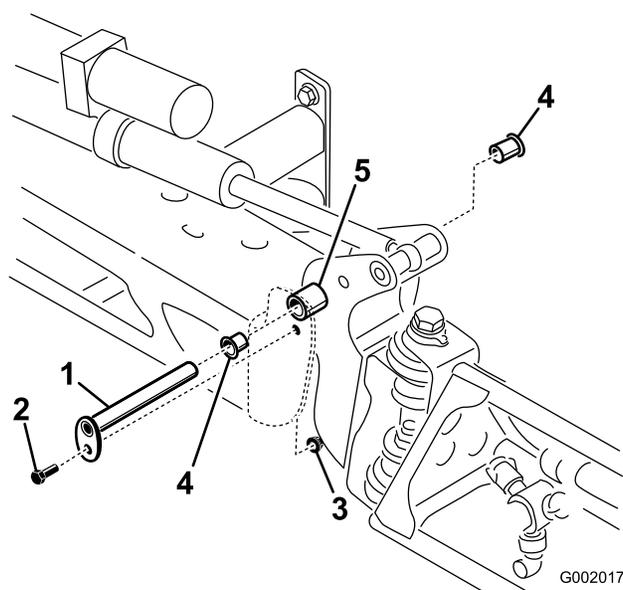

Figura 70
3. Quando il peso della barra è supportato, toglie il bullone e il dado che fissano il perno di articolazione nel gruppo barra (Figura 70). Togliere il perno di articolazione.
5. Togliere le boccole di nylon dal lato frontale e posteriore della staffa orientabile e controllatele (Figura 70). Sostituire le boccole avariate.
7. Montate la barra e la staffa orientabile nel telaio centrale, allineando i fori (Figura 70).